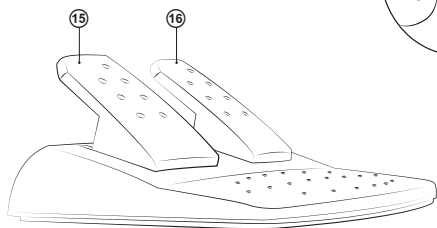

Рис. 3. Блок педалей
• Подключите к устройству блок педалей (рис. 3) с помощью встроенного в блок кабеля к разъему RJ-11 ⑬, а потом подключите само устройство кабелем USB ⑭ к свободному порту USB компьютера.